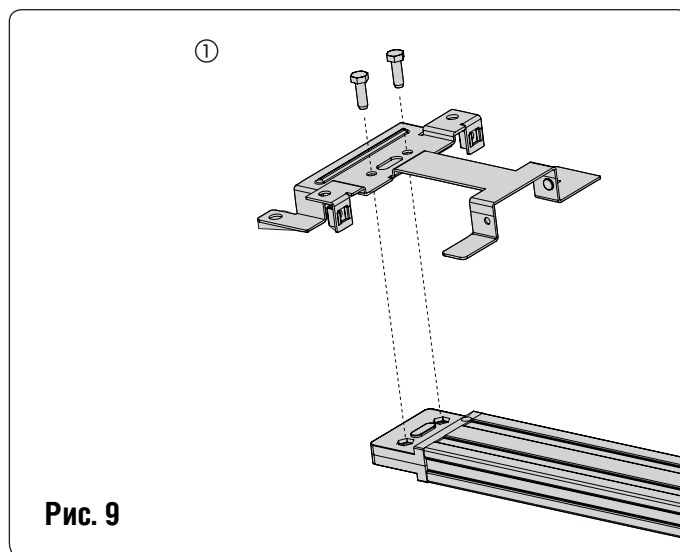

Рис. 9
5. Положите направляющую на боковую сторону (рис. 9).
6. Придвиньте каретку ближе к приводу (рис.9 выноска В).
7. Отрегулируйте натяжение цепи (рис.9 выноска А) так, чтобы в середине направляющей верхняя часть цепи примерно совпадала со срединной линией направляющей (рис.9 выноска Б).